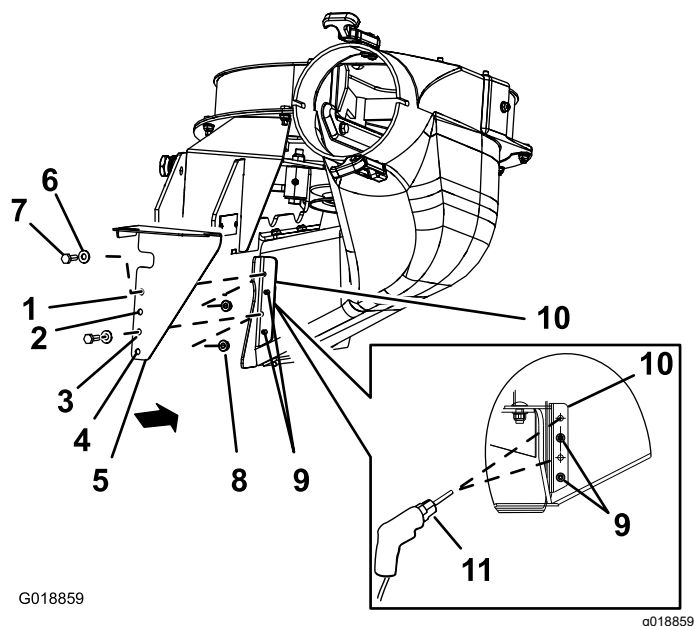

Figura 17
1. Alinee el protector inferior (CE) con el soporte del conducto del soplador, como se muestra en la Figura 17.
- Alinee el orificio 2 y el orificio 4 del protector inferior (CE) con las colas de los remaches que sobresalen por el soporte del conducto del soplador (Figura 17).
- Marque el contorno de los orificios 1 y 3 del protector inferior (CE) en el soporte del conducto del soplador, y retire el protector (CE) (Figura 17).
- Perfore orificios de 7 mm en el soporte del conducto del soplador en las 2 marcas hechas con el punzón (Figura 17).
- Alinee el protector inferior (CE) con el soporte del conducto del soplador (Figura 17).
- Alinee los orificios 2 y 4 del protector inferior (CE) con las colas de los remaches que sobresalen por el soporte del conducto del soplador (Figura 17).
- Sujete el protector inferior (CE) al soplador con 2 pernos de cabeza hexagonal ($\frac{1}{4}$ " x $\frac{3}{4}$ "), 2 arandelas, y 2 contratuercas ($\frac{1}{4}$ ") por los orificios 1 y 4 del protector (CE) (Figura 17).